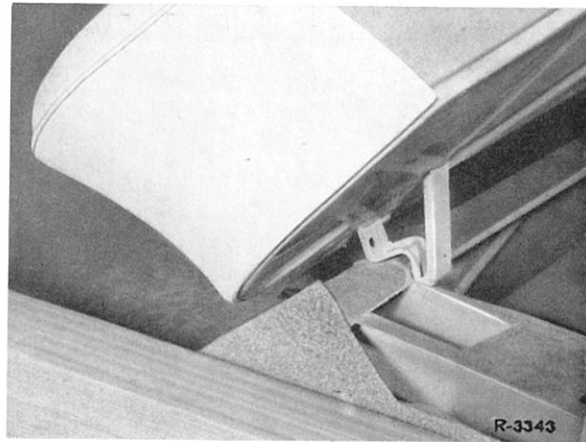

Bild 92-1/1
- 5 Fondsitzkissen, wie in Bild 92-1/1 gezeigt, ansetzen und unter die Fondlehne drücken.